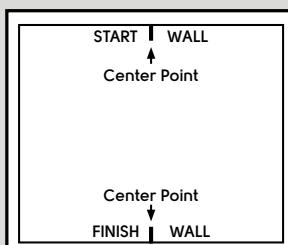

Fig. 1
- Patroonlay-out: Meet de kamer om het middelpunt op de startmuur en eindmuur te vinden (Fig. 1).